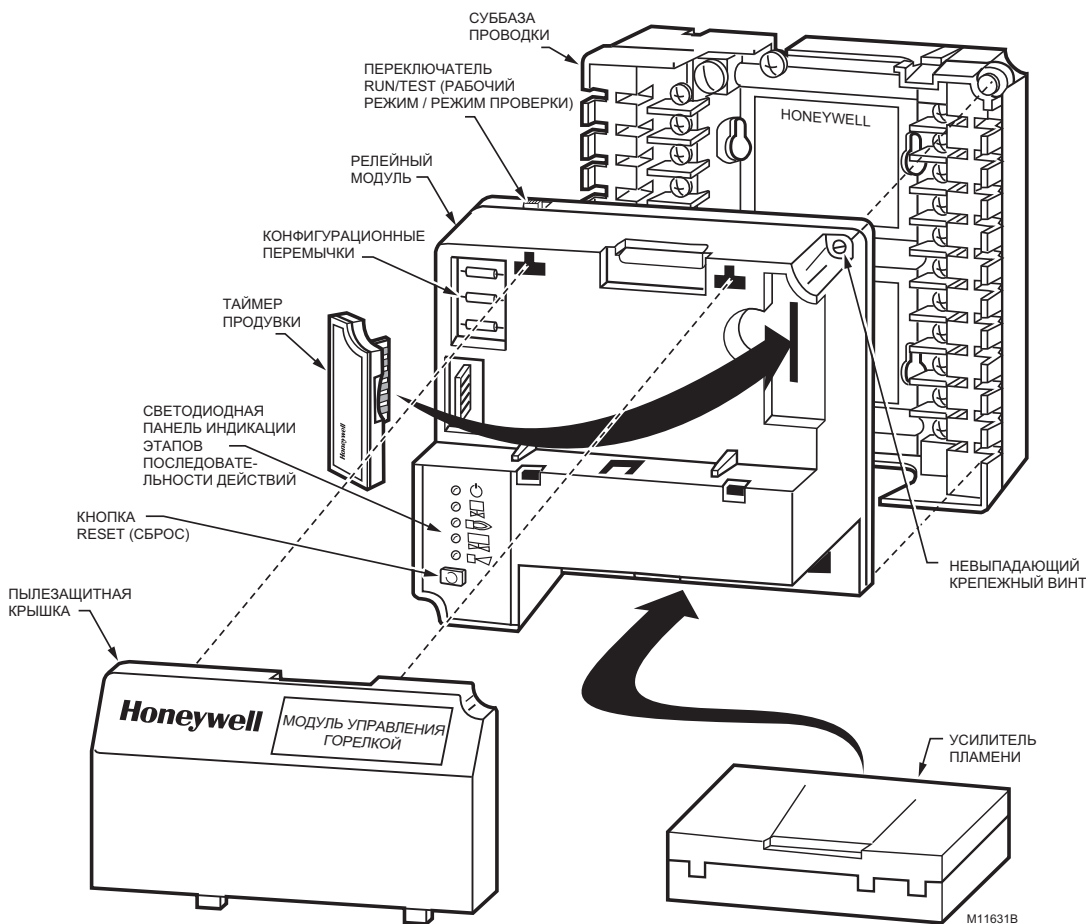

Рис. 4. Релейный модуль серии 7800 в разобранном виде.
5. Смонтируйте другие обязательные и дополнительные компоненты системы, опираясь на Рис. 4 и инструкции, предоставляемые с каждым компонентом.